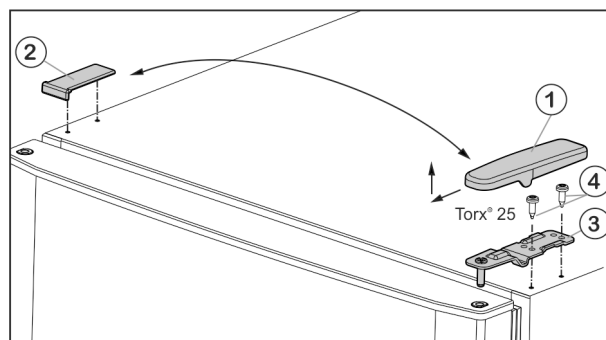

Fig. 6
- ▶ Зніміть кришку Fig. 6 (1) вперед і вгору.
- ▶ Зніміть кришку Fig. 6 (2).
- ▶ Викрутіть верхній опорний кронштейн *Fig. 6 (3)* (2 шт. Torx® 25) *Fig. 6 (4)* і відведіть вгору.
- ▶ Встановіть верхній опорний кронштейн *Fig. 6 (3)* в дверцята на новий бік шарніра.
- ▶ Прикрутіть верхній опорний кронштейн (з моментом 4 Нм) гвинтами (2 шт. Torx® 25) *Fig. 6 (4)*. У разі необхідності скористайтеся акумуляторним гвинтокрутом.
- ▶ Встановіть і зафіксуйте кришку *Fig. 6 (1)* з протилежного боку ззовні.
- ▶ Також встановіть зверху і зафіксуйте кришку *Fig. 6 (2)* з протилежного боку.